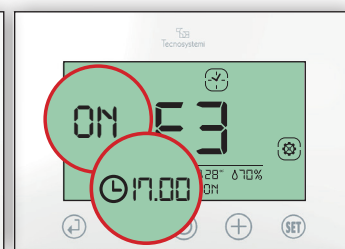

Fig.36
- 3.2 Impostare l'ora di accensione ON della fascia F3 (17.00) e confermare con  (Fig.36)